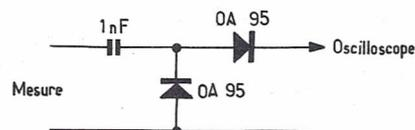

Fig : 10
e) Recueillir le signal sur un oscilloscope à l'aide de la sonde détectrice, figure 10 :